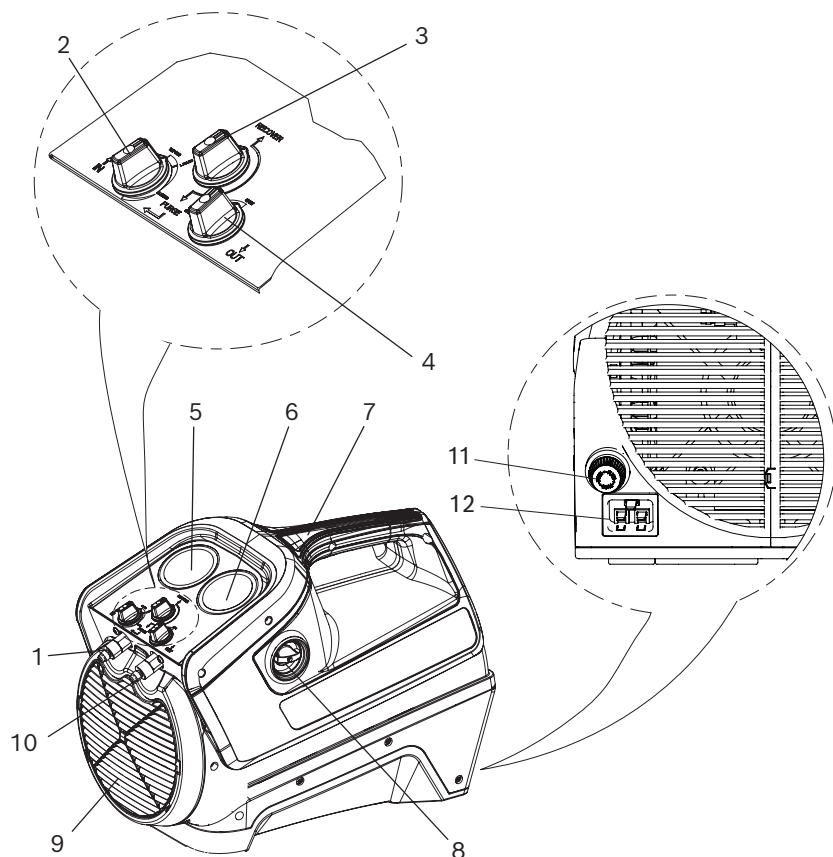

Fig. 1: Panoramica della RG4.0
- Porta di ingresso (Fig. 1, Pos. 1)- Utilizzata per collegare la RG4.0 a un impianto di climatizzazione o refrigerazione tramite un filtro.
- Porta di uscita (Fig. 1, Pos. 10)- Utilizzata per collegare la RG4.0 al serbatoio del refrigerante.
- Valvola di controllo in ingresso (Fig. 1, Pos. 2) - Utilizzata per:
- Valvola di controllo in uscita (Fig. 1, Pos. 4) - Utilizzata per controllare il deflusso del refrigerante dalla RG4.0 al serbatoio del refrigerante
- Valvola di recupero / spurgo (Fig. 1, Pos. 3) - Utilizzata per:
- Manometro in ingresso (Fig. 1, Pos. 5) - Misura la pressione all'ingresso della RG4.0.
- Manometro in uscita (Fig. 1, Pos. 6) - Misura la pressione all'uscita della RG4.0
L'interruttore generale (Fig. 1, Pos. 8) consente di accendere / spegnere la RG4.0.